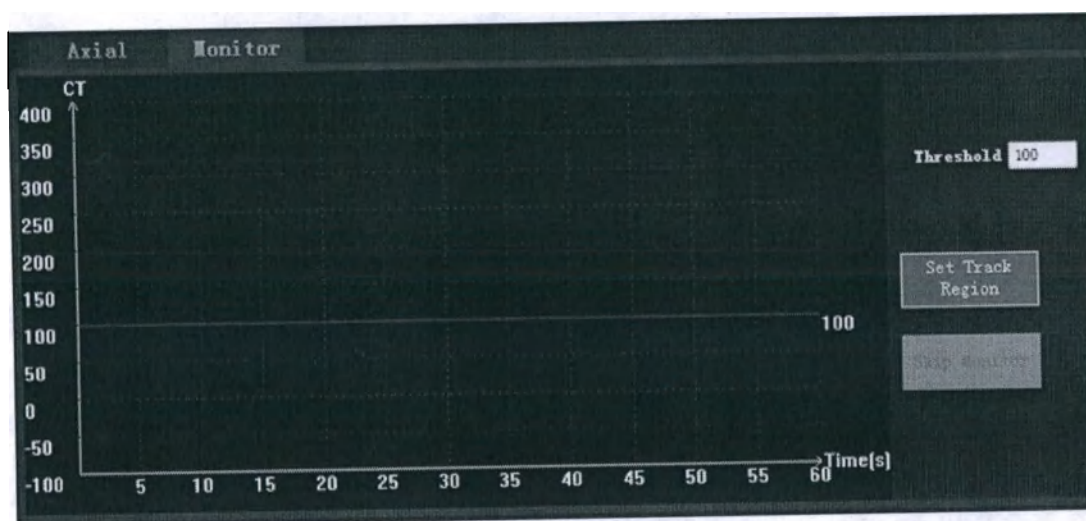

Рисунок 52 Установка порогового значения КТ единиц
- (3) После скаут сканирования, нажмите вкладку Отслеживание [Monitor], задайте пороговое значение КТ единиц и нажмите кнопку <Установить пороговое значение> <Set Track Region>. По умолчанию установлено пороговое значение 100 (см. рис. 52).
- (5) Одновременно нажмите кнопку запуска сканирования <StartScan> и запуска инжектора. По окончании времени задержки, начнется отслеживание значений КТ единиц посредством экспозиции. Продолжительность экспозиции устанавливается в настройках протокола сканирования. Когда плотность достигает заданное пороговое значение, автоматически запустится следующий протокол сканирования.
- (6) В ситуации, когда истекло заданное время экспозиции, а отслеживаемая плотность не достигла заданного порогового значения, то на окне отслеживания (см. рис. 52) нажмите кнопку <Пропустить отслеживание> <Skip Monitor>, чтобы запустить следующий протокол сканирования вручную.
- (7) Выполните позиционирование гентри и стола снимков, когда появится диалоговое окно и начнут мигать соответствующие кнопки на блоке управления. По истечении времени задержки, автоматически запустится следующий протокол сканирования с контрастированием.